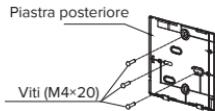

Fig. 3-5
- Per un montaggio sulla superficie, fissare la piastra posteriore alla parete con tre viti (M4x20) e tasselli. (Fig. 3-5)